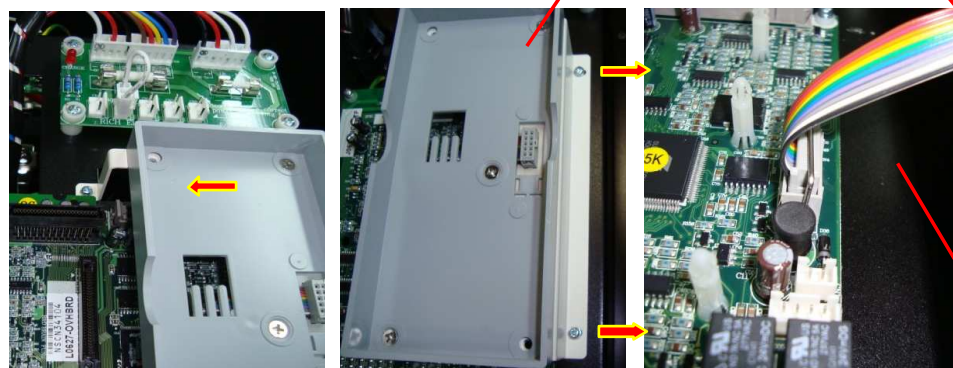

Рис. 6.3
6.3.1. Выкрутить три винта крепления кронштейна рамки пульта управления (рис. 6.3, красные стрелки), положить винты в тару.
6.3.2. Отвести фиксирующую скобу, отсоединить разъем шлейфа пульта управления от платы ЦП и демонтировать рамку пульта управления (рис. 6.3). Положить рамку пульта управления с кронштейном в тару.